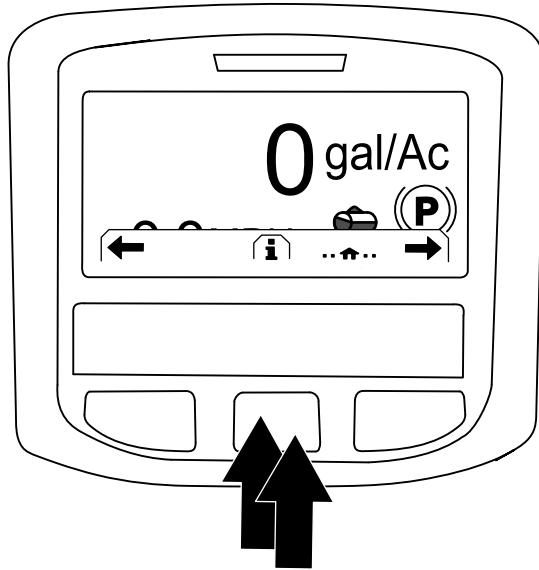

Bild 224
2. Drücken Sie auf dem Homebildschirm die mittlere Taste auf dem InfoCenter, um den Navigationsbildschirm zu öffnen (Bild 224)
3. Drücken Sie die mittlere Taste auf dem InfoCenter, um auf das Hauptmenü zuzugreifen (Bild 224).